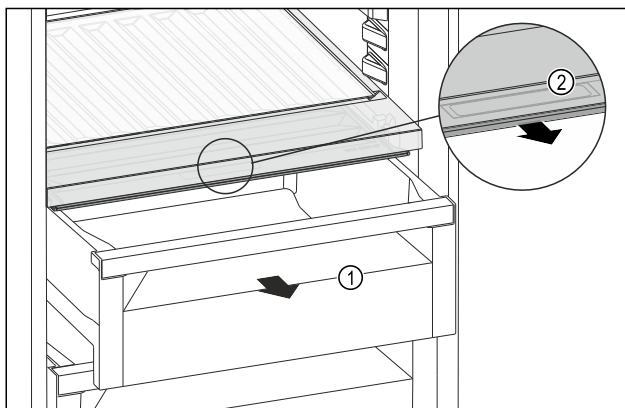

Fig. 122
- ▶ Изтеглете чекмеджето Fig. 122 (1).
- ▶ Хванете вдлъбнатия захват Fig. 122 (2) на капака на отделението и едновременно с това издърпайте напред капака на отделението.